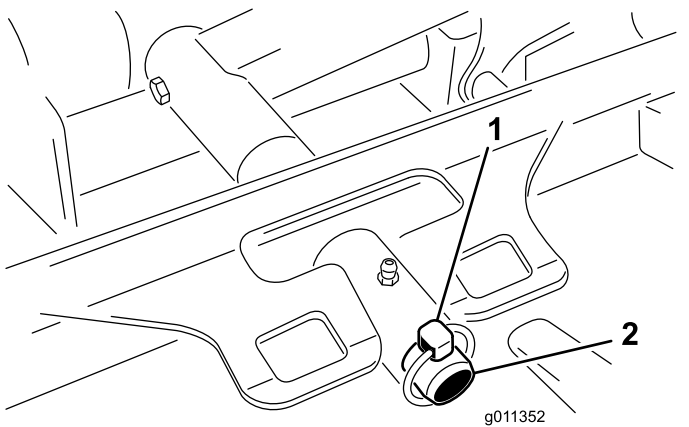

図 86
3. カッティングユニットのキャリアフレームを昇降アームのピボットピンに固定しているリンチピンをマスター4500またはリテーナナットグランドマスター 4700を外す 図 86。
2. カッティングユニットのキャリアフレームを昇降アームのピボットピンにセットする 図 86。カッティングユニットをピンに取り付けるリンチピングランドマスター 4500またはリテーナナットグランドマスター 4700を使用する。